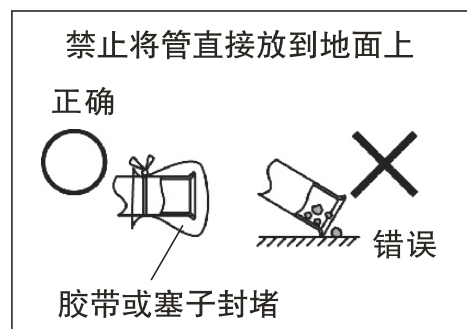

图19
- 在管端部设封帽或用乙烯带扎紧, 不要直接放在地上。(图19)